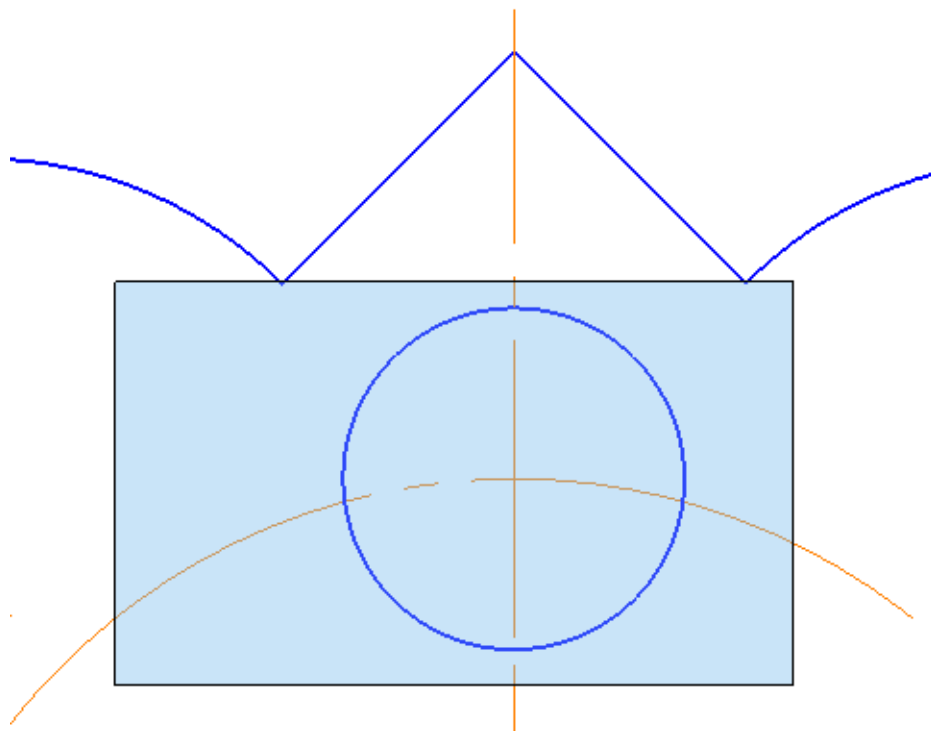

Рис. 2.4.19
10. Для створення інших кіл з аналогічними розмірами виділіть рамкою побудоване коло (рис. 2.4.19) рухаючи курсор із затиснутою лівою кнопкою миші. Виділене коло буде мати зелений колір.